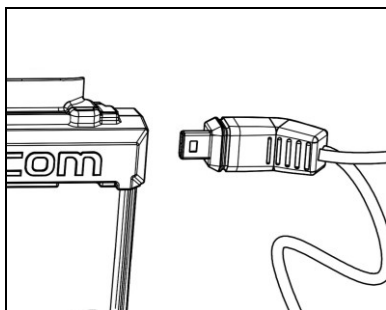

Fig. 6
- Connectez le câblage droit à son homologue, tel qu'indiqué sur la Fig. 6).